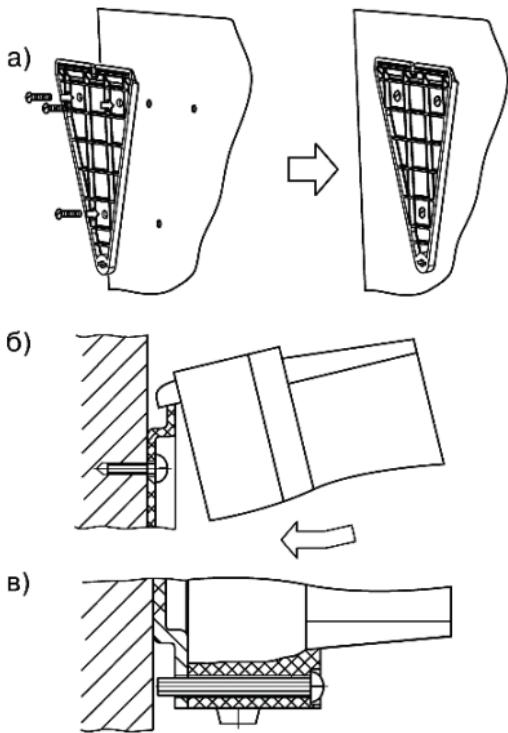

Рисунок 8.1 – Монтаж преобразователя настенного крепления
1. Закрепить кронштейн тремя винтами M4×20 на поверхности, предназначенной для установки преобразователя (см. Приложение А и рисунок 8.1, а).
2. Зацепить крепежный уголок на задней стенке преобразователя за верхнюю кромку кронштейна (рисунок 8.1, б)
3. Прикрепить преобразователь к кронштейну винтом M4×35 из комплекта поставки (см. рисунок 8.1, в).